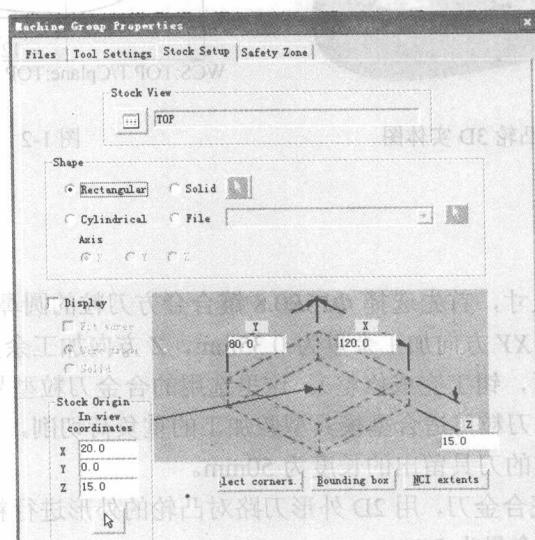

图 1-4 加工组属性对话框 (八)
(1) 在操作管理器中的 **Properties - Generic Mill** 属性下单击 **Stock setup** (毛坯设置)图标，弹出 **Machine Group Properties**(加工组属性)对话框，如图 1-4 所示。
(2) 根据图形的尺寸和坐标原点的尺寸，选择合适的数值，单击 **✓** 按钮。